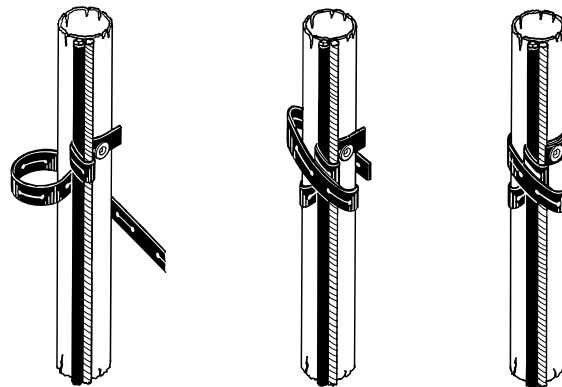

Fig. 22 Montering av kabelklämmor
3. Placera vajern längs den dränkbara kabeln enligt fig. 22.